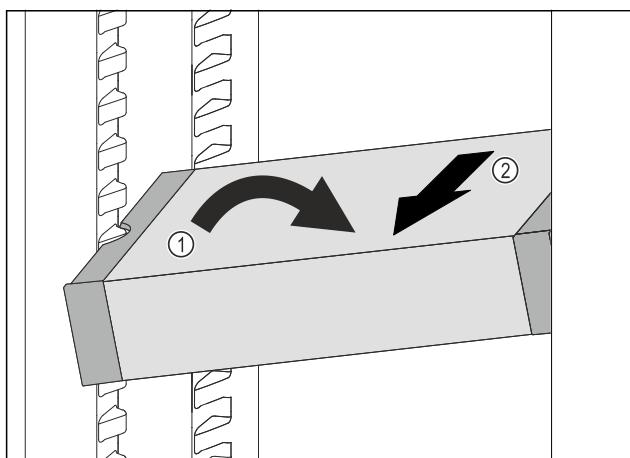

Fig. 126
- ▶ Расположите VarioSafe в холодильном отделении под наклоном. Fig. 126 (1)
- ▶ Извлеките VarioSafe движением вперед. Fig. 126 (2)